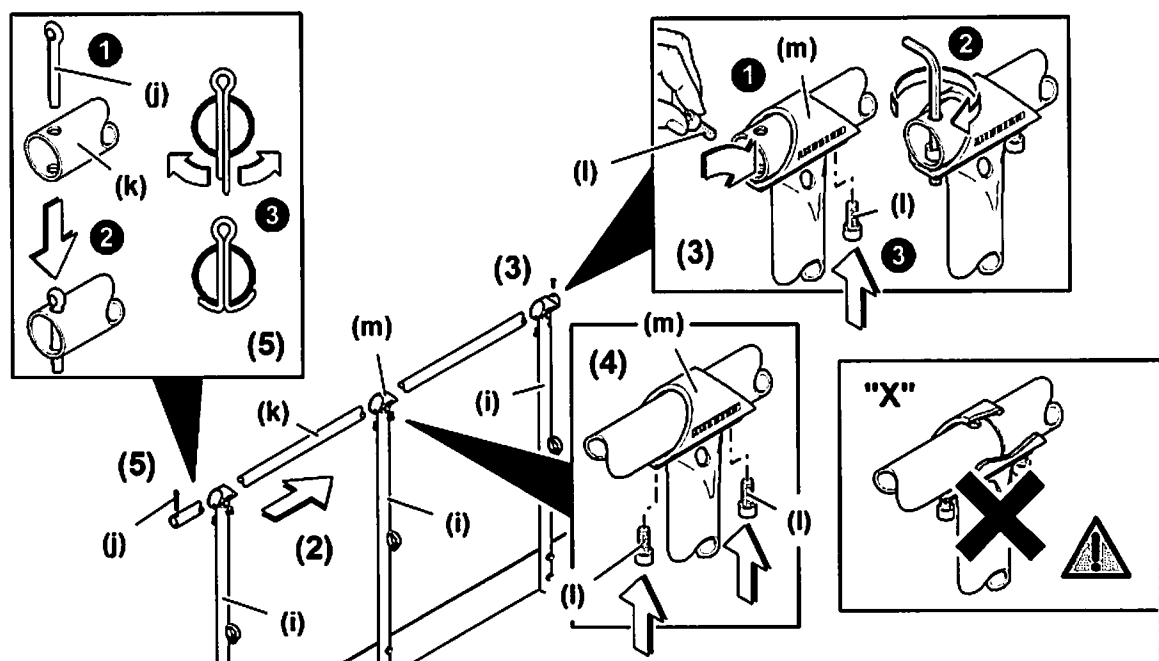

Fig. 79: Geländerrohr (Handlauf) montieren
- Geländerrohre nicht in den Rohrbuchsen auf Stoß (Detail „X“) (siehe: Fig. 79, Seite 144) montieren.